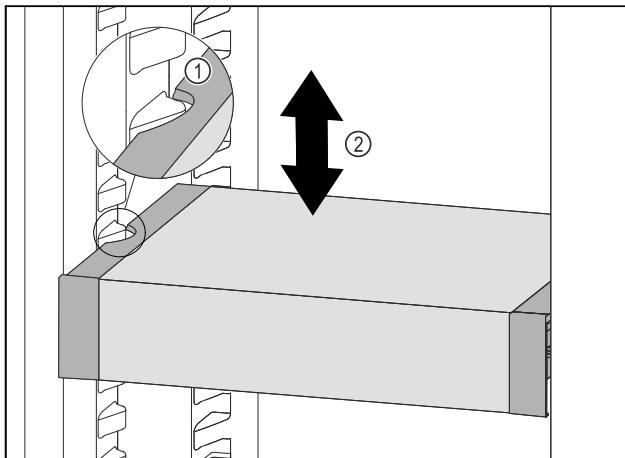

Fig. 102
- VarioSafe nach vorne ziehen, bis sich die seitlichen Aussparungen des VarioSafes auf Höhe der Behälterrippe im Kühlteil befinden. Fig. 102 (1)
- VarioSafe im Kühlteil nach oben oder unten bewegen, bis gewünschte Höhe erreicht ist. Fig. 102 (2)